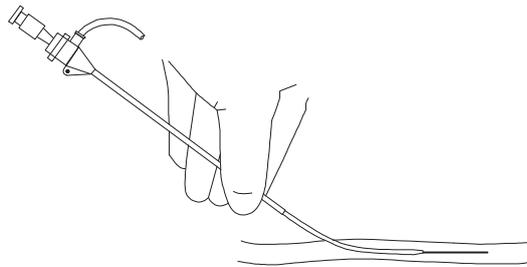

図 2
- (4) 血管造影用穿刺針（市販品）を血管に穿刺する。穿刺針の位置を保持しながら、シース導入用ガイドワイヤー（付属品又は市販品）の先端が柔軟な端を穿刺針を介して血管に挿入する。先端 J 型のガイドワイヤーを使用する場合は、挿入前にインサクションツールで先端 J をまっすぐに伸ばしてから挿入する。ゆっくりとシース導入用ガイドワイヤーを必要な長さまで挿入する。
- (5) シース導入用ガイドワイヤーが移動しないように注意して穿刺針を抜き、シースイントロドューサーを血管内に挿入するまで穿刺部を指圧する。
- (6) カニューラとダイレーターはシース導入用ガイドワイヤーを介し、キックを防ぐためになるべく皮膚の近くのカニューラ部を持ちながら挿入する。回転させるような感じで、本品を皮下組織から血管内に挿入する。（図 2 参照）。